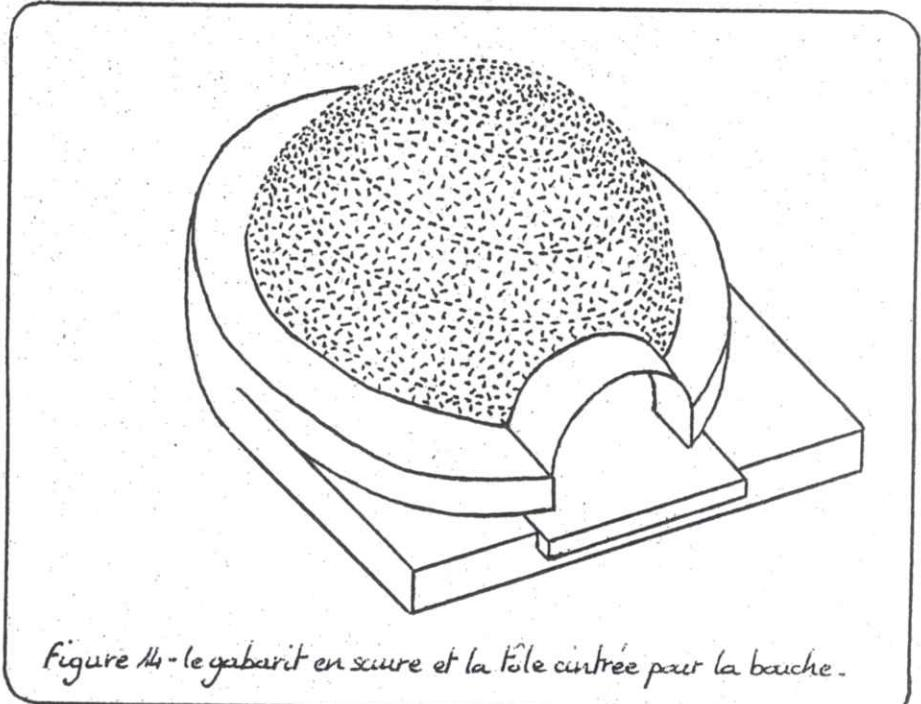

Figure 14 - le gabarit en scure et la tôle cintrée pour la baie.
► Soit, Former un tas de terre ou de sable humide de la forme de la voûte (Figure 14).